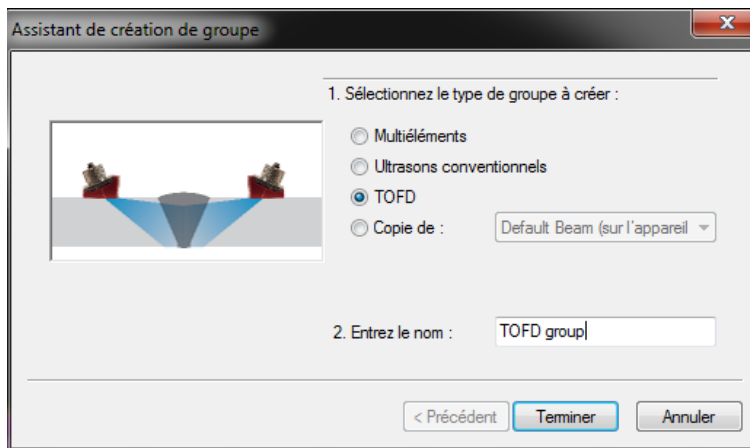

Figure 4-16 Boîte de dialogue Assistant de création de groupe
2. Dans la boîte de dialogue Assistant de création de groupe qui s'affiche (voir la Figure 4-16 à la page 253) effectuez les tâches suivantes :